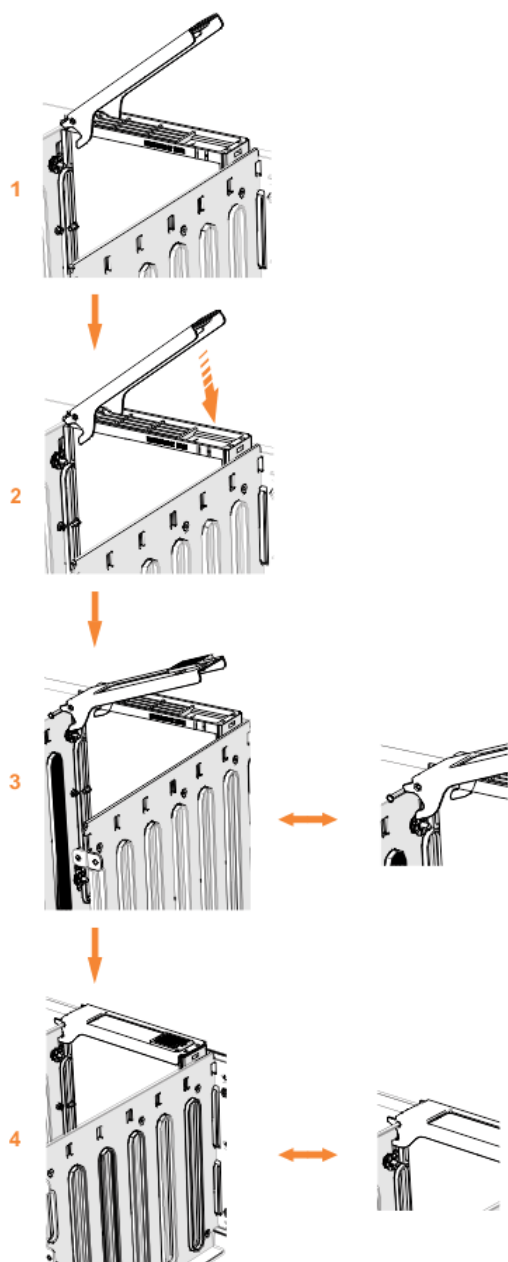

Figura 85. Substituir a unidade
5. Certifique-se de que a alça da unidade (**1** em Figura 85 na página 74) da montagem da unidade esteja na posição aberta (destravada).
7. Empurre levemente a unidade para baixo até que ela pare e a parte inferior da trava esteja alinhada com a parte superior da partição. Assegure-se de que a alça não esteja aberta mais do que 45 graus da transportadora de unidade. (2 em Figura 85 na página 74).
8. Gire a alça para baixo para travar o conjunto de unidades no chassi (3 em Figura 85 na página 74).
10. Assegure-se de que a ponta superior da trava também esteja totalmente encaixada (4 em Figura 85 na página 74).